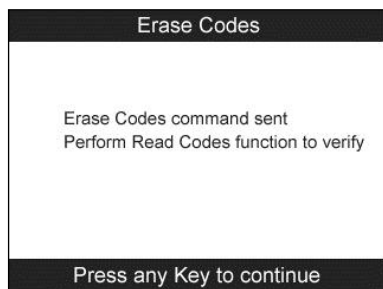

Figura 14.4
- 3) Si se envía correctamente la orden de borrado, la pantalla mostrará lo siguiente (Figura 14.4). Pulse cualquier botón para continuar. Para asegurarse de que los códigos se han borrado correctamente, ejecute de nuevo la función **Leer códigos**.